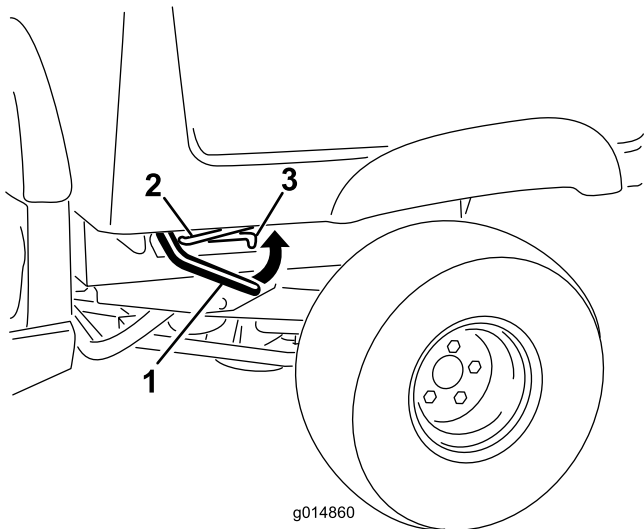

Bild 13
1. Heben Sie den Hebel an beiden Seiten der Ladepritsche an und heben Sie die Ladepritsche an (Bild 13).
1. Heben Sie den Riegel an, um die Ladepritsche etwas anzuheben (Bild 13).